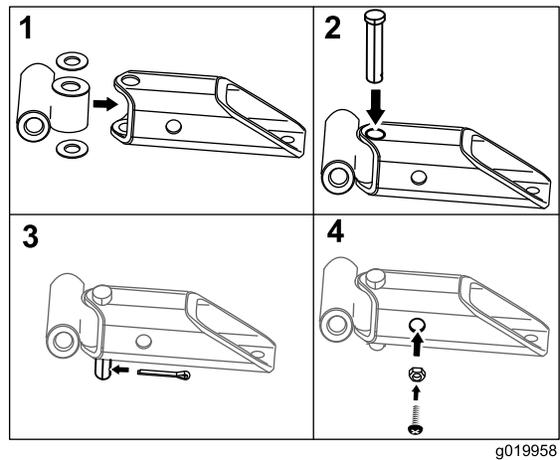

Figura 4
2. Introduzca el pasador por la parte superior del tubo de pivote, la primera arandela, el enganche, la segunda arandela y la parte inferior del tubo de pivote (Figura 4, 2).
3. Sujételo con la claveta (Figura 4, 3).
4. Coloque una contratuerca (1/2 pulgada) en cada perno de cuello cuadrado (1/2 pulgada) (Figura 4, 4).
5. Enrosque cada perno de cuello cuadrado en el lateral del tubo de pivote (Figura 4, 4).
1. Coloque las 2 arandelas de empuje en los orificios del enganche y colóquelo dentro del tubo de pivote (Figura 4, 1).